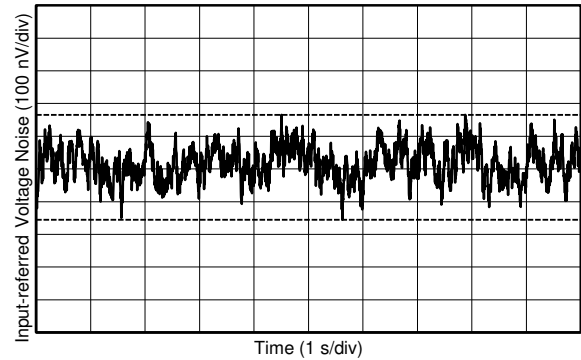

图 6-16. 0.1-Hz to 10-Hz Voltage Noise
0.1-Hz to 10-Hz Voltage Noise	图 6-16